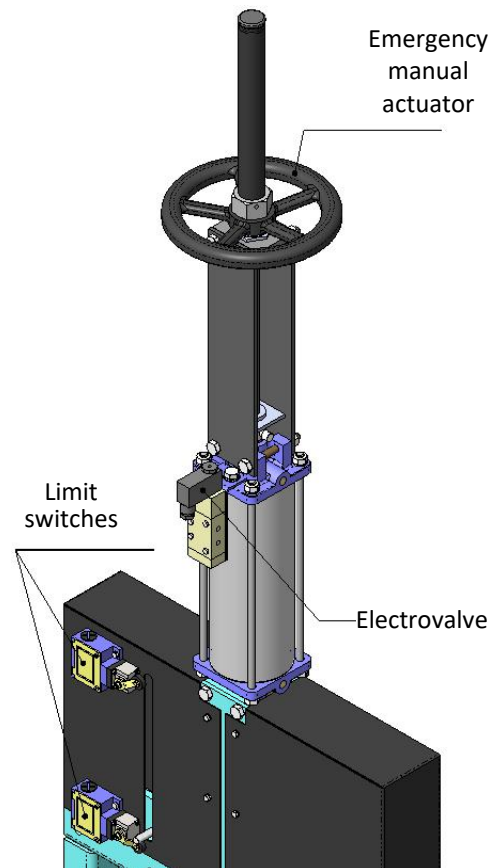

fig. 10
**Electrovalves (fig. 10):**
Instalación de finales de carrera (fig. 10) o detectores para indicación de posición puntual de la válvula y posicionadores para indicación de posición continua.
Allows manual operation of the valve in the event of power or air failure (Fig 10).